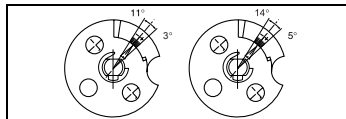

Fig. 2: montaggio, impostazione dell'angolo di comando
- Foro per il perno di sicurezza di 3 Ø, profondità di 12 mm (fig. 2).